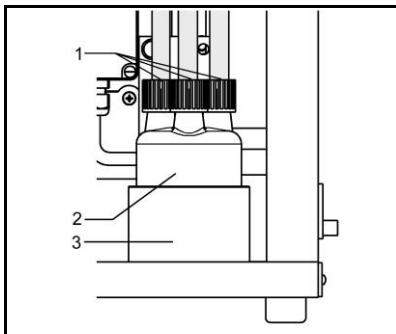

Abb. 19: Abscheider
1. Anschlussstüllen (Abb. 19/1) abschrauben.
2. Abscheider (2) aus Aufnahmebehälter (3) herausnehmen und Inhalt nach örtlich geltenden Vorschriften entsorgen. Anschließend den Abscheider ausspülen.
3. Abscheider (2) in Aufnahmebehälter (3) stellen.
4. Anschlussstüllen (1) anschrauben.